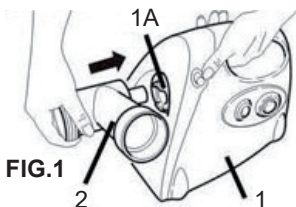

FIG.1
Posizionare il condotto di alimentazione (2) nell'apposito innesto (1A) dell'unità base motore (fig.1).